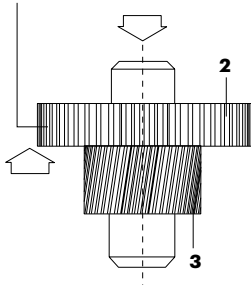

Fig. 4
- Desbloquear los engranajes **2** y **3 Fig. 4** usando un casquillo con
- En algunos casos la rueda dentada final **4 Fig. 4** viene montada sobre el eje rueda **6 Fig. 4** plantándola con interferencia. En este caso es necesario desmontar la rueda posterior del scooter, sacar el eje rueda, sacar la rueda dentada original y plantar la nueva rueda dentada Malossi.